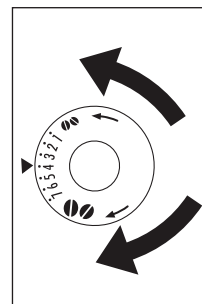

Fig. 40
- ▶ Pentru o dozare mai lentă și o cafea mai cremoasă, rotiți cu un clic în sens invers acelor de ceasornic (cafea pre-râșnită mai fin). Pentru o dozare mai rapidă (nu câte o picătură pe rând), rotiți cu un clic în sensul acelor de ceasornic (cafea pre-râșnită mai grosier) (Fig. 40).